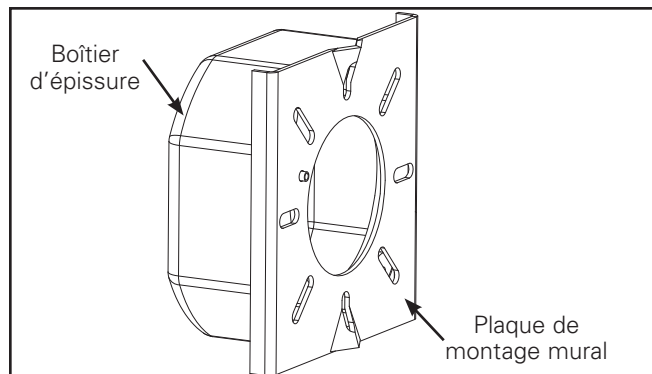

Figure 1.
1. Installez la plaque de montage murale à la boîte d'épissure en utilisant les outils de la boîte (non fournis) et serrez au couple de 17 po/lb lorsque vous utilisez une vis 8-32. Faites les branchements électriques avec la boîte de sortie (Figure 1).